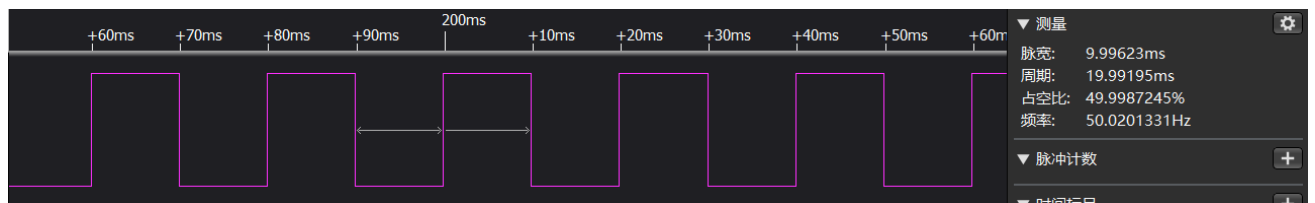
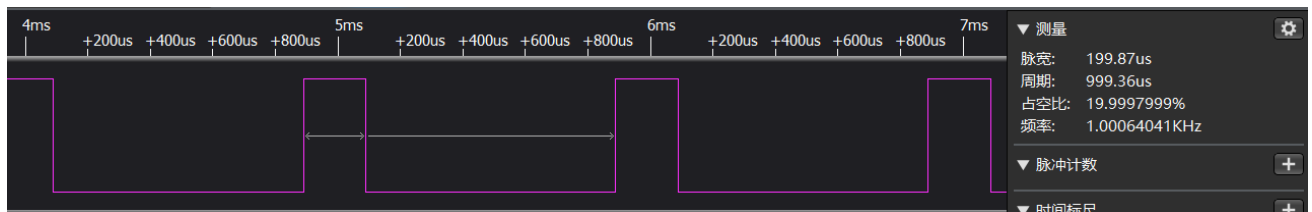

图 3.2.1 定时输出波形
图 3.3.1 PWM 输出
3. 通过示波器或逻辑分析仪查看输出波形，如上图 3.2.1、图 3.3.1 所示。